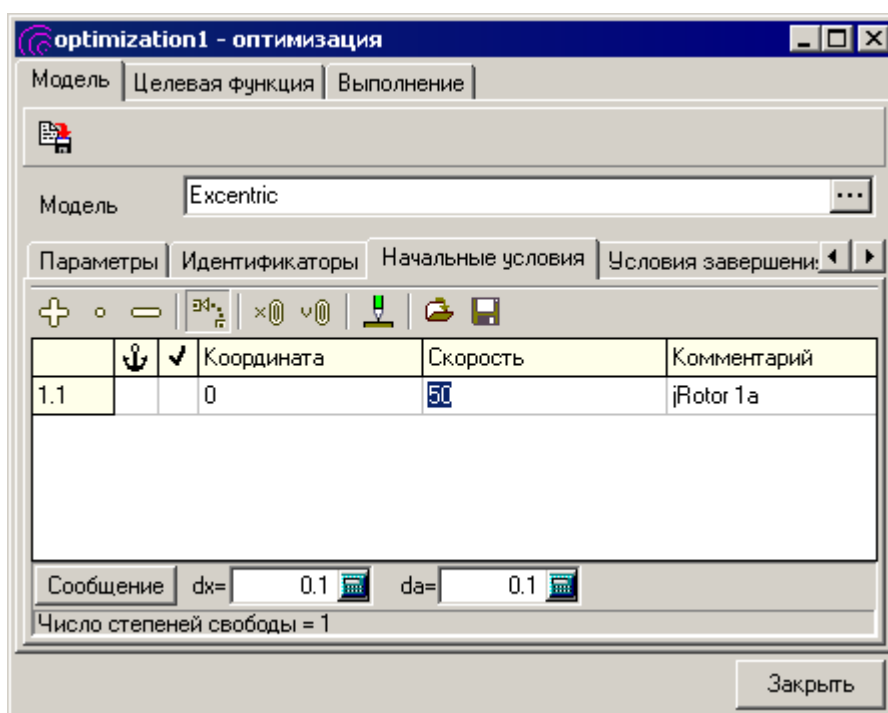

Рис. 5.8. Оптимизация: начальные условия
Далее, на вкладке **Модель / Начальные условия** зададим произвольную, но вместе тем весьма высокую, начальную угловую скорость ротора, с которой он гарантированно сделает полный оборот, например 50 рад/с, см. рис. 5.8.
1. Перейдите на закладку **Начальные условия**. Введите начальную угловую скорость ротора **50** рад/с, см. рис. 5.8.